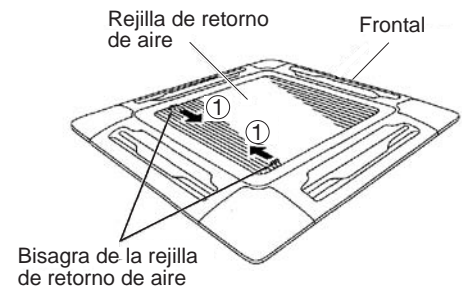
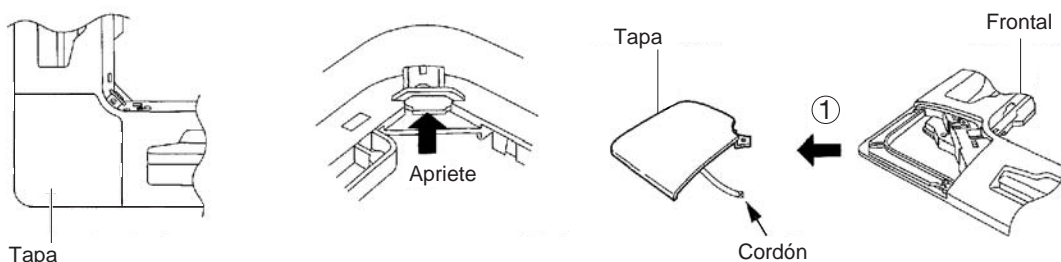

Fig. 9-12
Fig. 9-14
- b) Haga deslizar los pestillos de la rejilla de retorno de aire en el sentido indicado por las flechas ① para abrir la rejilla. (Fig. 9-12)
- c) Cuando la rejilla de retorno de aire esté abierta, retire la bisagra de la rejilla del frontal de la cassette haciéndola deslizar en el sentido indicado por la flecha ②. 9-13)
- a) Retire la tapa haciéndola deslizar en el sentido indicado por la flecha ① (Fig. 9-14).